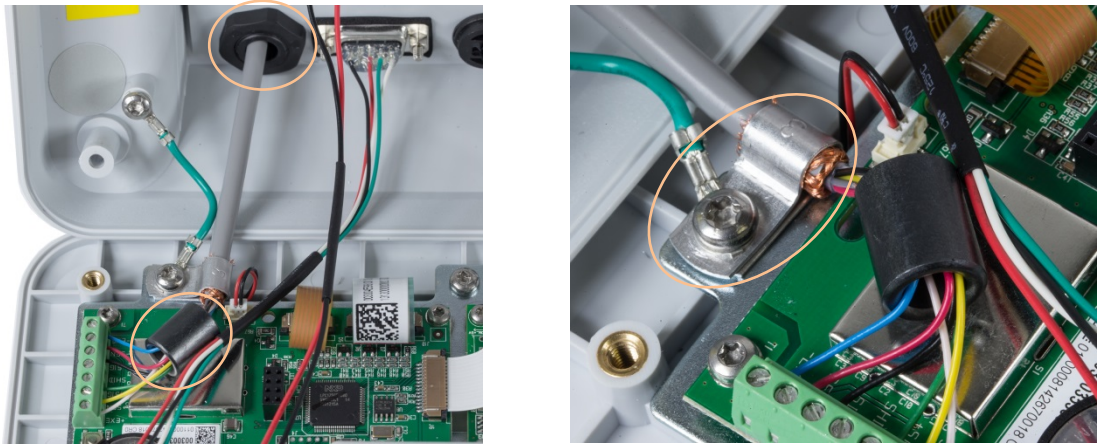

Abbildung 2-27: Ferritperleninstallation und Gehäuseerdung des analogen Wägezellenkabels, IND231
9. Das Wägezellenkabel tritt über die Kabeldurchführung entsprechend Abbildung 2-27 in das Gehäuse ein.
12. Mit der Erdungsklemme des Terminals wird die freigelegte Abschirmung (Abbildung 2-26) mit der Metallplatte verbunden. Dazu wird die Befestigungsschraube des Gehäuseverbindungsdrahtes verwendet, siehe Abbildung 2-27.